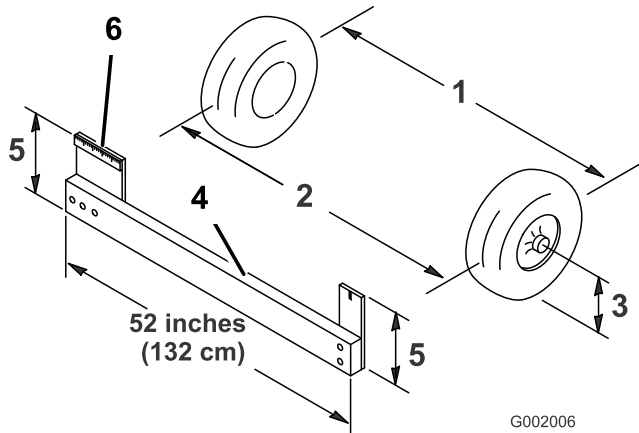

図 33
4. 前輪の前と後ろで、左右のタイヤの中央線間距離を測る；計測はアクスルの高さで行う（図 33）。
注 前輪の後ろで、アクスルの高さで測定を行うには市販または手製のトーイン測定器が必要となる。前後の計測とも同じ道具を使用し、アクスルの高さで正しく測定すること（図 33）。